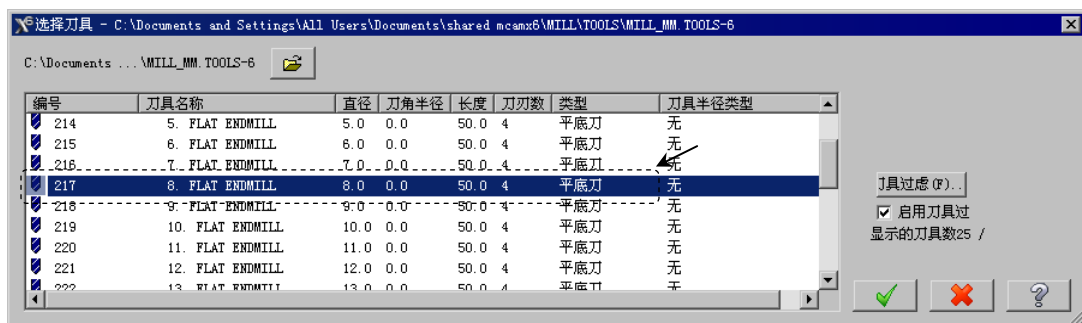

图 1.27 “选择刀具”对话框
Step4. 选择刀具。在“曲面精加工浅平面”对话框中，单击 **选择刀具...** 按钮，系统弹出图 1.27 所示的“选择刀具”对话框，在该对话框的列表框中选择图 1.27 所示的刀具。单击  按钮，关闭“选择刀具”对话框，系统返回至“曲面精加工浅平面”对话框。